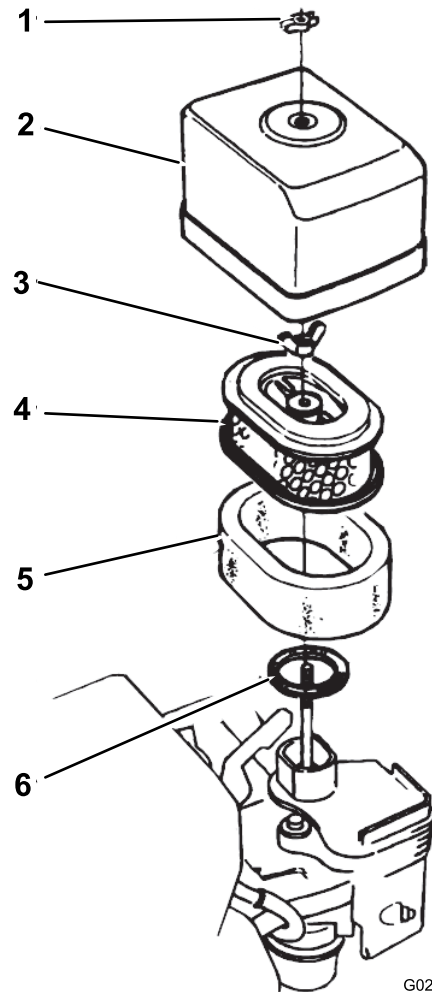

图30
2. 拧掉将空气滤清器盖固定到空气滤清器上的蝶型螺帽然后取下滤清器盖图30。
5. 用蝶形螺母将空气滤清器盖安装到空气滤清器上图 30。
1. 拧掉将空气滤清器盖固定到空气滤清器上的蝶型螺帽然后取下滤清器盖 图30。
2. 从空气滤清器上卸下蝶型螺帽然后取出滤清器 图30。
3. 从纸质滤芯上取下泡沫空气滤清器滤芯 图30。
1. 将泡沫空气滤清器滤芯安装到纸质滤芯上 图30。
2. 检查垫片是否磨损和损坏 图30。
3. 确保垫片放置在化油器的进气室上 图30。
4. 用蝶型螺母将空气滤清器滤芯安装到化油器 图30。
5. 用另一个蝶型螺母将空气滤清器盖安装到化油器 图30。